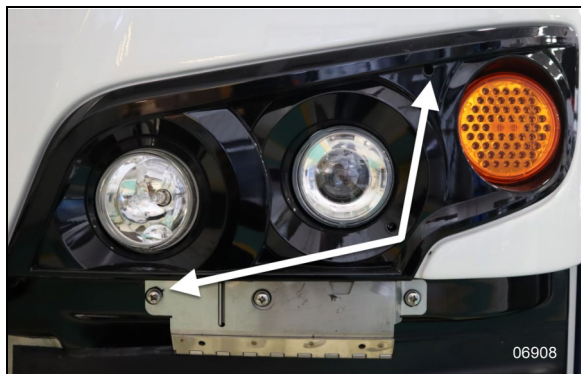

FIGURE 71: HEADLAMPS ASSEMBLY FIXING SCREWS
Retirer les deux vis de fixation (FIGURE 71) pour accéder aux ampoules, aux connecteurs et au vis d'ajustement du module.
1. Retirer les deux vis de fixation (FIGURE 71) qui retiennent le module et pivoter l'ensemble vers le bas.